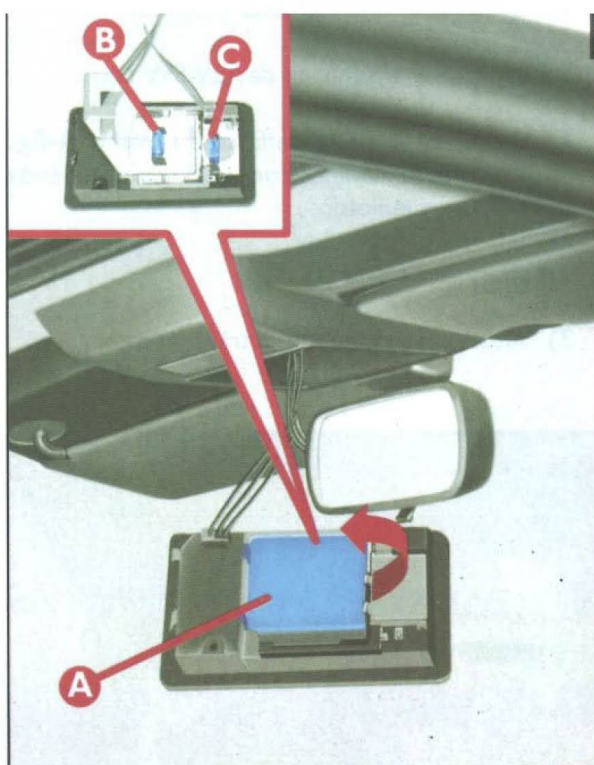

fig. 21
- 2) levantar a tampa de proteção **A-fig. 21** e retirar a lâmpada (tipo tubular):